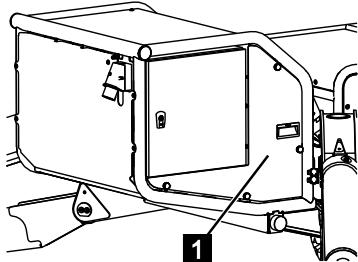

Abb. 180
2. Die Abdeckung (Abb.180/1) abschrauben.